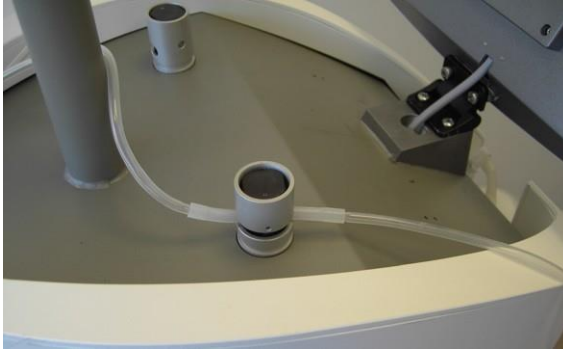

Figura 3-65. Tubo de extracción insertado en la electroválvula izquierda
21. Suelte la electroválvula y verifique que el tubo esté insertado adecuadamente en su ranura, como se muestra en la Figura 3-65.